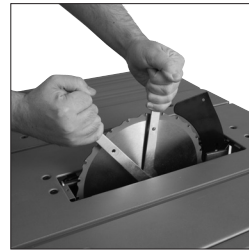

Fig. 44
- Gebruik de twee meegeleverde bladvervangingsleutels. Eén sleutel zal passen op de zeskantmoer die op de buitenbladflens is gemonteerd en daardoor voorkomen dat de doorn draait. De andere sleutel zal passen op de doornmoer. (Fig 44)